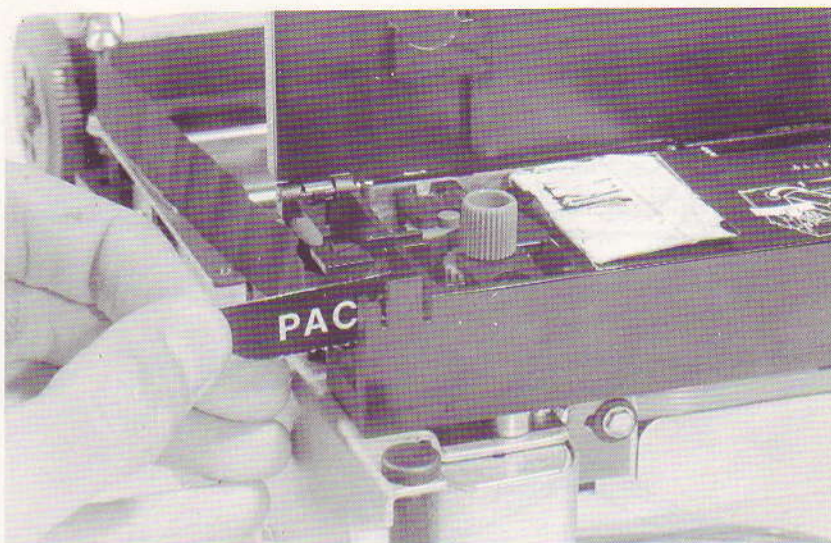

Figura 5-6 Raccolta nastro usato nella cartuccia
- strappa la linguetta di cartone con scritta PACKCART 1 dalla parte superiore della cartuccia e con questa fa rientrare il nastro nella cartuccia stessa (vedi figura 5-6)